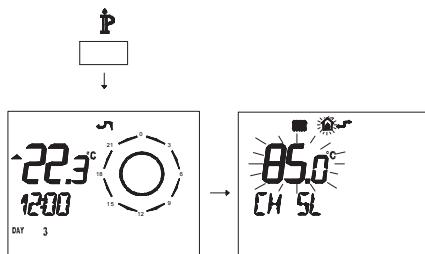

Figura 5.32
1,5 se muestra en la Figura 5.32.
- Pulse durante más de 3 segundos el botón  para entrar en la modalidad **INFO** (Figura 5.32).